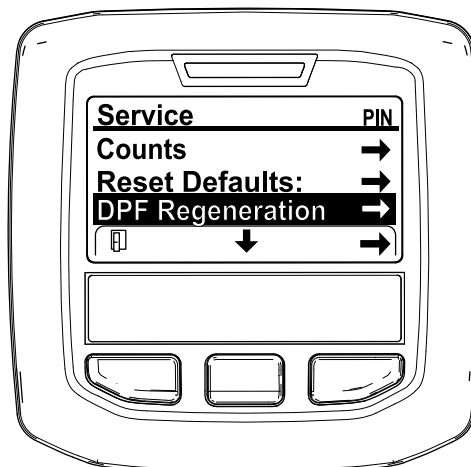

Figura 38
3. No MENU DE MANUTENÇÃO, prima o botão do meio até surgirem as opções de REGENERAÇÃO DO DPF e prima o botão direito para selecionar a opção de REGENERAÇÃO DO DPF (Figura 38).